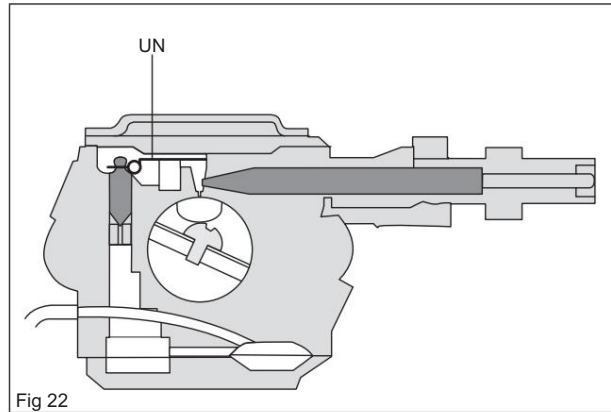

Fig 22
Les gicleurs et les fonctions de contrôle du carburant sont situés dans le doseur (A). Ici, la quantité correcte de carburant est ajustée pour la vitesse et la puissance réelles. (voir figure 22)